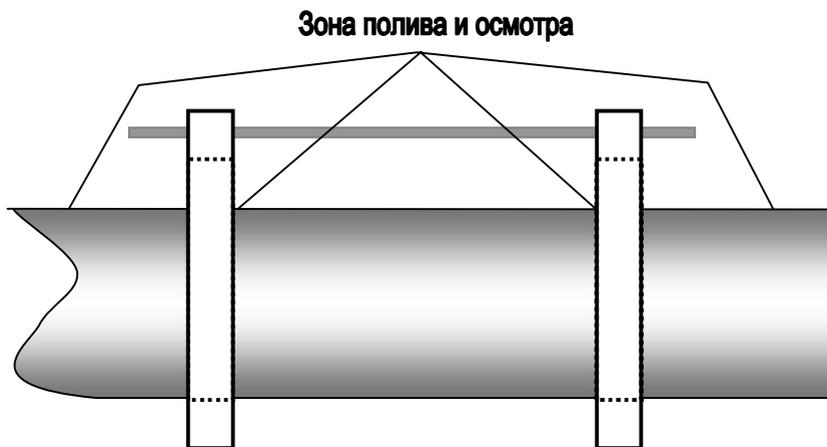

Рис.1
5.6. При контроле длинных изделий (трубы, прутки и т.п.) катушки рекомендуется установить на расстоянии 300 - 500 мм друг от друга. Зона, оптимальная для контроля, располагается между катушек, внутри и на некотором расстоянии за катушками (см. рис.1).